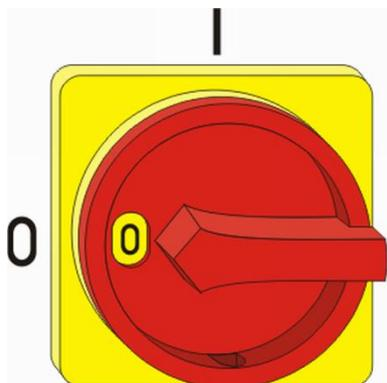

Abb. 34: Hauptschalter
1. Sicherstellen, dass der Hauptschalter am Steuergerät in Stellung "0" bzw. "Off" gedreht ist (Abb. 34).